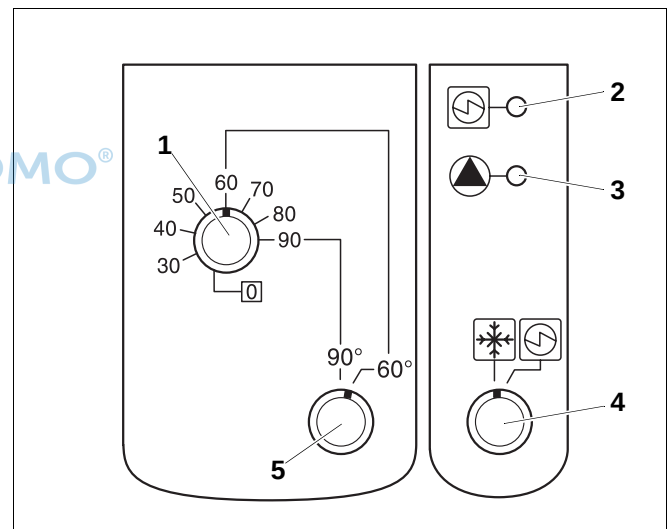

Abb. 2 Modul ZM 429
- Mit dem Warmwassertemperaturregler (Abb. 2, **Pos. 1**) stellen Sie die gewünschte Warmwassertemperatur ein.
Durch den Wahlschalter (Abb. 2, **Pos. 5**) kann die maximale Warmwassertemperatur auf 60 °C begrenzt werden (Werkseinstellung).
- Die LED-Anzeige (Abb. 2, **Pos. 3**) zeigt den Betrieb der Pumpe an. Die Pumpe läuft nach Erreichen der eingestellten Warmwassertemperatur 3 Minuten nach.
- Mit dem Wahlschalter (Abb. 2, **Pos. 4**) auf Stellung  ist die Regelung für den Heizkesselbetrieb abgeschaltet.
Die Ansteuerung für Elektroheizbetrieb ist aktiviert, es ist keine gleichzeitige Beheizung über den Heizkessel möglich. Dieser Betriebszustand wird durch die LED (Abb. 2, **Pos. 2**) angezeigt.